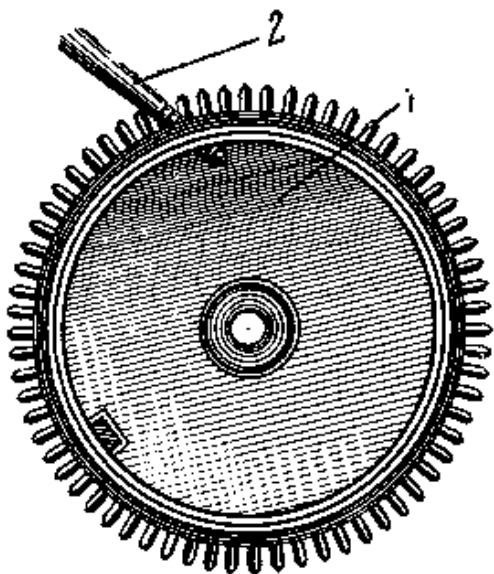

Рис. 141. Способ вставки крючка барабана на резьбе:
2. В боковой стенке барабана просверливают отверстие, нарезают в нем резьбу и с внутренней стороны барабана снимают заусенцы. Отверстие должно быть точно посередине высоты барабана, т. е. между дном его и крышкой. Затем нагнотовывают латунную проволоку, нарезают на ней резьбу и ввертывают в барабан (рис. 141) настолько глубоко, чтобы высота крючка лишь немного превышала толщину пружины, после чего крючок припаивают. Наружный конец проволоки отрезают напильником — ножовкой, заравнивают напильником заподлицо со стенкой барабана. 3. В более крупных часах рекомендуется на внутренней стенке барабана прорезать место для крючка (рис. 142) не глубже проточки, на которую ложится крышка. Для этого нужно сделать грабштихелем риску, а затем трехгранным бархатным или полубархатным напильником сделать углубление. Окончательно углубление подправляют ножовкой осторожно и неглубоко.